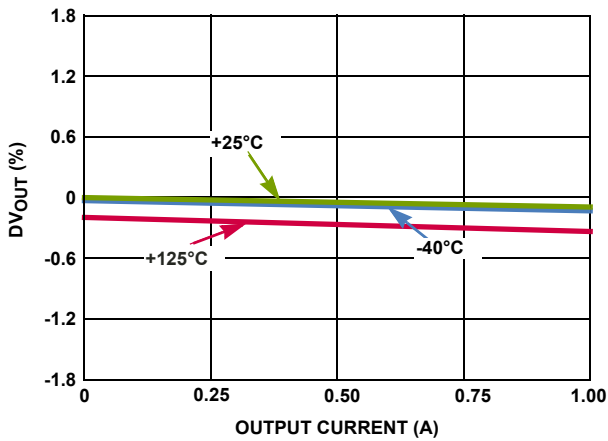
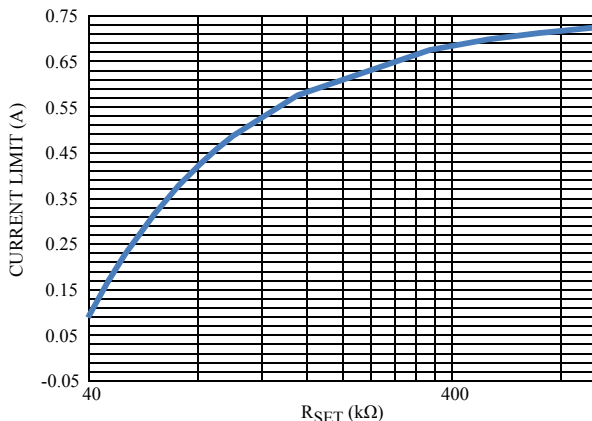

図 3. 出力電圧 vs 出力電流
図 12.  $I_{LIMIT}$  を小さめに設定 ( $R_{SET}$  を  $V_{IN}$  に接続)
$V_{IN} = 5.4V$  で、 $R_{SET}$  を  $V_{IN}$  に接続したときの  $R_{SET}$  の抵抗値と電流制限値の関係を図 12 に示します。
| 2011/1/21 |          | 1 ページの「特長」の前に「ファミリの主な仕様一覧」を追加。2 ページのブロック図から出力電圧設定可能品に対応した ADJ ピンを削除、SENSE 回路は記載継続。3 ページの 8 ピンの説明、2 番目の文「... 電流制限値は 0.75mA...」を「... 電流制限値は 0.75A...」に変更。4 ページの「電気的特性」、「AC CHARACTERISTICS」の「Input Supply Ripple Rejection」パラメータの TYP 値に対する TEST CONDITION 欄を、「f = 1kHz, ILOAD = 1A」と「f = 120Hz, ILOAD = 1A」から、「f = 1kHz, ILOAD = 1A」と「f = 1kHz, ILOAD = 100mA」に変更。6 ページの図 3、X 軸を「OUTPUT CURRENT (mA)」から「OUTPUT CURRENT (A)」に変更。8 ページの図 12、図タイトルの「V IN 」の「IN」を下付き文字に修正。                                                                                                                                                                                                                                                             |